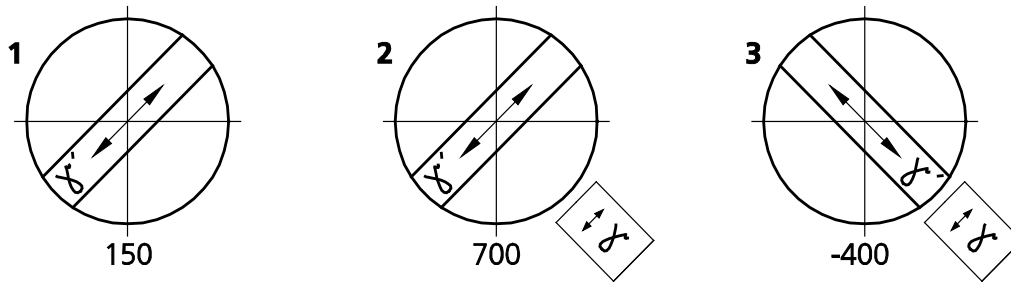
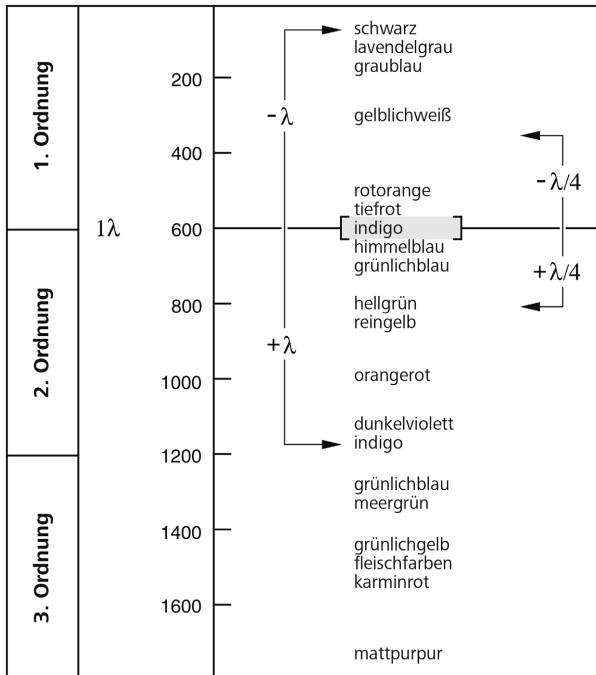

Abb. 4-8 Schwingungsrichtung $n_{\gamma'}$ am Beispiel einer Kunstfaser bestimmen
Abb. 4-9 Schematische Darstellung der Farbtafeln nach Michel-Lévy
- Tisch nun um ca. 45° weiterdrehen, so dass die Faserlängsachse in NO-SW-Richtung orientiert ist (Abb. 4-9). Das Präparat zeigt hier die größte Helligkeit (Diagonalstellung). In dieser Position kann das Präparat eine beliebige Farbe haben.
Der größte Gangunterschied ist gegeben, wenn die Schwingungsrichtung des Präparates mit dem absolut oder relativ größten Brechungsindex (n_γ oder $n_{\gamma'}$) parallel mit der größten Schwingungsrichtung des Lambda-Kompensators verläuft. Das Präparat erscheint dann z. B. in Grün-Blau (Abb. 4-8/2).
Der kleinste Gangunterschied ist gegeben, wenn die Schwingungsrichtung des Präparates mit dem absolut oder relativ kleinsten Brechungsindex (n_α oder $n_{\alpha'}$) senkrecht zu der Schwingungsrichtung des Lambda-Kompensators verläuft. Das Präparat erscheint dann z. B. in Gelb (Abb. 4-8/3).
Die im obigen Beispiel (Abb. 4-8/1) zunächst in Hellstellung auftretende Farbe Grau-Weiß entspricht gemäß der Michel-Lévy-Farbtafel (Abb. 4-9) einem Gangunterschied von 150 nm.